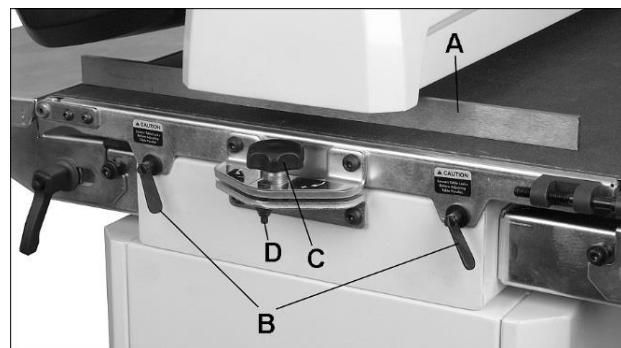

Рис. 8-4: выравнивание барабана
3. Установите линейку между барабаном и столом транспортера с внешней стороны барабана (A, Рис. 8-4).
3. Если в месте нахлеста при шлифовании видна борозда, ослабьте оба фиксатора стола (B, Рис. 8-4) и немного опустите внешнюю сторону стола с помощью ручки (C).
**Примечание:** при обработке узкой заготовки (ширина менее 560 мм) верните стол транспортера в положение, параллельное шлифовальному барабану. Поворачивайте ручку в противоположном направлении до касания со стопорной гайкой (D, Рис. 8-4). Стопорная гайка является упором для установки параллельности стола.